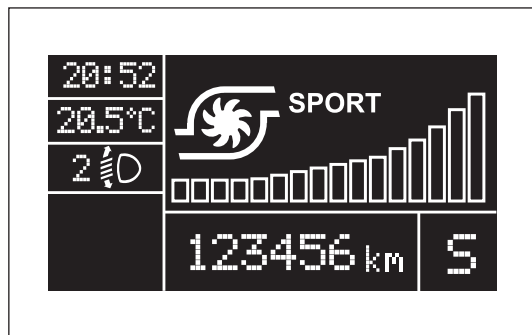

fig. 93
- ☐ Page-écran avec pression du turbo-compresseur : fig. 93.